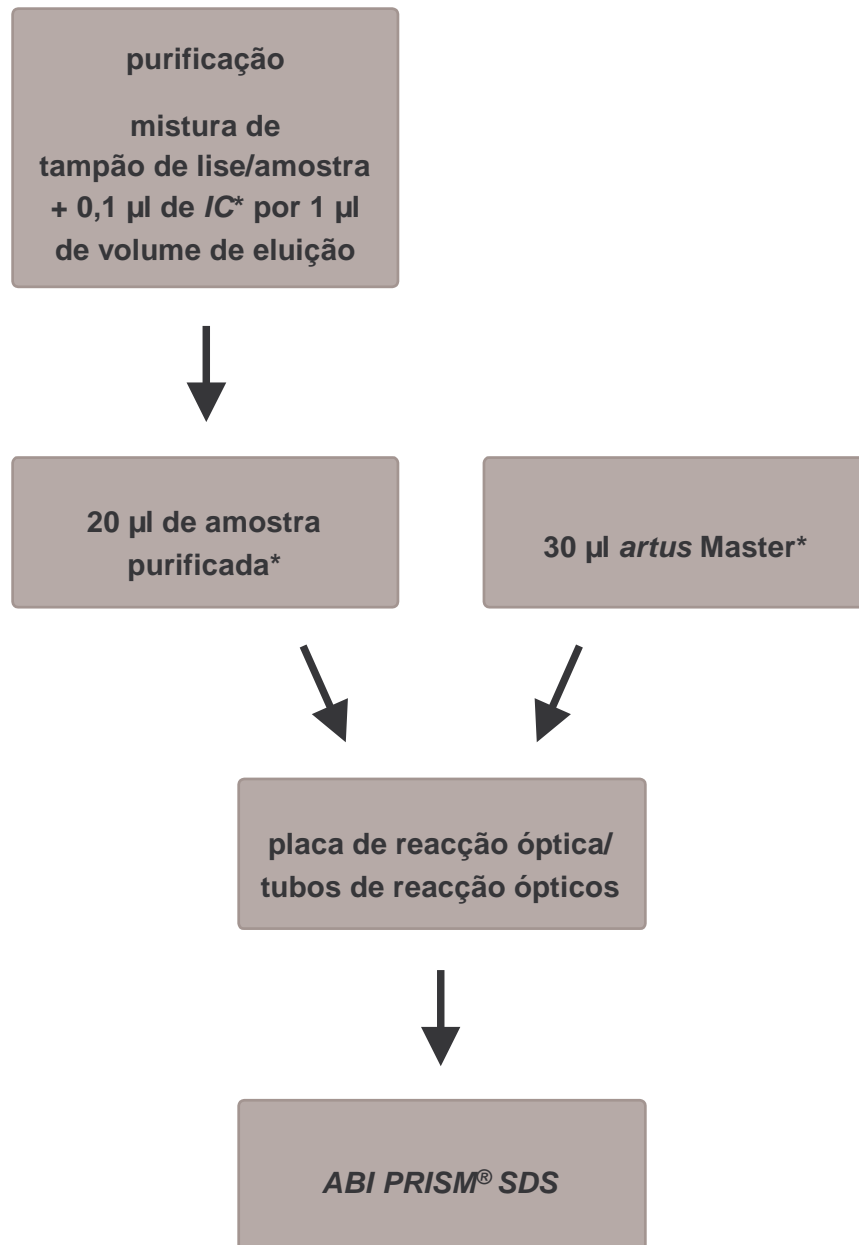

Fig. 1: Fluxo esquemático da operação para o controlo da purificação e da inibição da PCR.
da PCR (ver Fig. 1). Usando o **EZ1 DSP Virus Kit** para extração, o *Controlo interno* deve ser adicionado de acordo com as instruções no manual *EZ1 DSP Virus Kit Handbook*. Usando o **QIAamp UltraSens VirusKit** ou o **QIAamp DNA Mini Kit**, adicione o *Controlo interno* numa relação de 0,1  $\mu\text{l}$  por 1  $\mu\text{l}$  do volume de eluição na purificação. Se utilizar, por exemplo, o **QIAamp DNA Mini Kit** e eluir o ADN em 200  $\mu\text{l}$  de tampão AE, então adicione 20  $\mu\text{l}$  de *Controlo interno*. Se, p. ex., eluir em 100  $\mu\text{l}$ , então adicione respectivamente 10  $\mu\text{l}$ . A quantidade de *Controlo interno* acrescentada depende **apenas** do volume de eluição. O *Controlo interno* e eventualmente o Carrier-ARN (ver capítulo **8.1 Isolamento de ADN**) podem ser acrescentados apenas a
**8.2 Controlo interno**). Neste caso, utilize o seguinte esquema de pipetagem (ver também esquema reproduzido na Fig. 1):